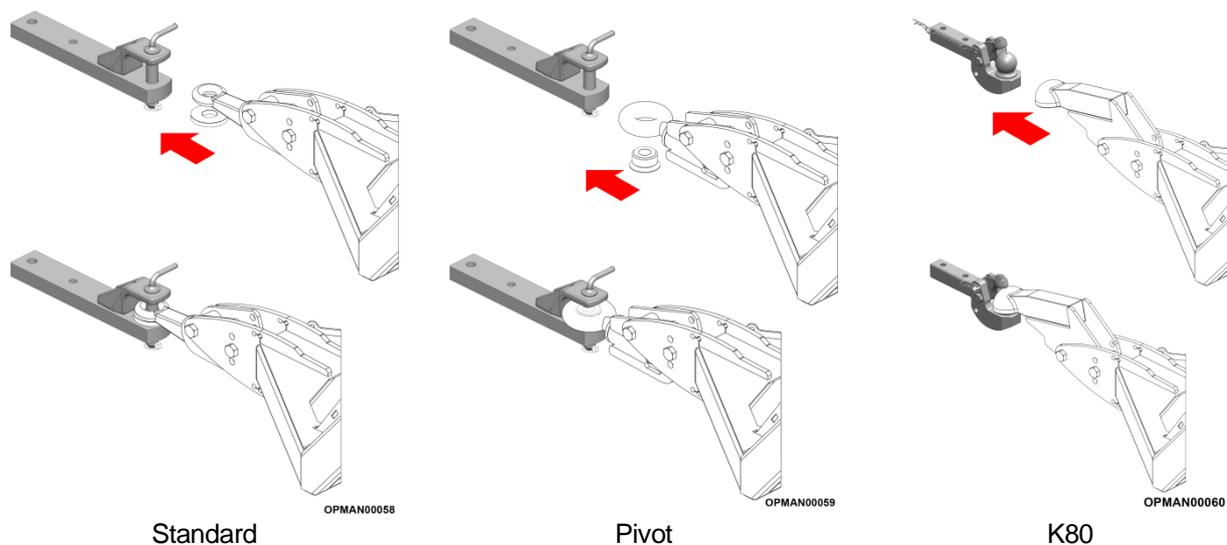

Figure 4.7 – Options d'anneau de remorquage pour Multicut
- 4.4.2.6 Si la tondeuse rotative est équipée d'un anneau de remorquage standard ou à pivotant, des plaques d'usure doivent être placées entre l'anneau de remorquage et la chape d'attelage ; voir la Figure 4.7.